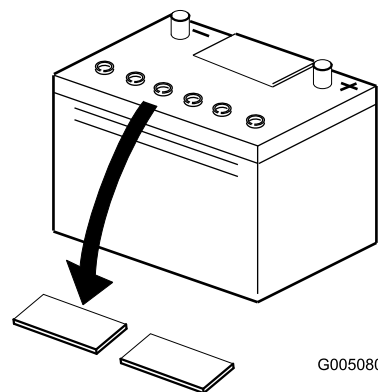

Figura 7
2. Pulite la parte superiore della batteria e togliete i tappi di sfiato (Figura 7).